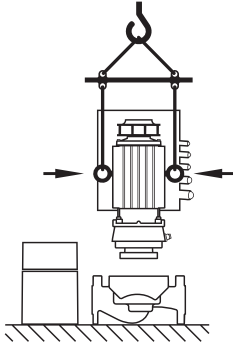

Fig. 24: Транспортировка съемного блока
- Транспортировочные проушины, перенесенные с фланца мотора на корпус мотора, разрешается использовать только для перемещения/транспортировки съемного блока (рис. 24), но не всего насоса. Использование проушин для отделения съемного блока от корпуса насоса запрещено (обратить внимание не предшествующий демонтаж и последующий монтаж проставок).